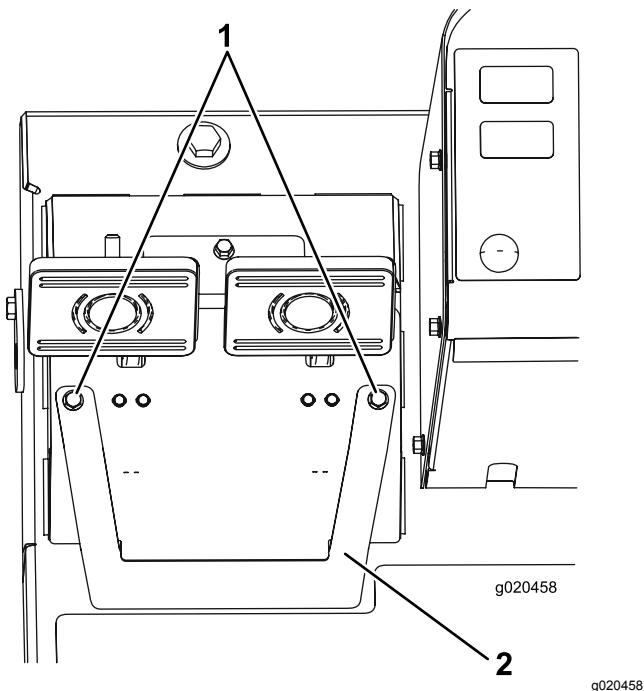

Figura 90
- A. Allentate le 2 viti di fissaggio e rimuovete il coperchio di regolazione dei freni (Figura 90).